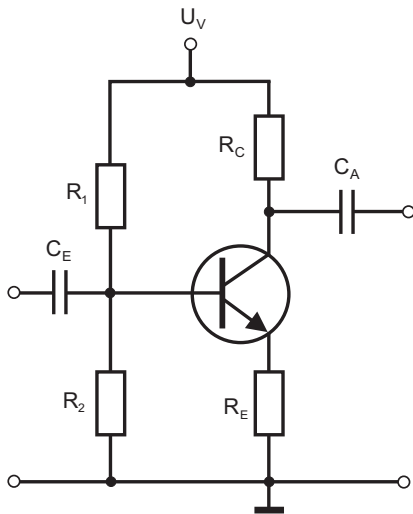

Abbildung 2.1: Schaltplan: Emitterschaltung mit Stromgegenkopplung.
1. Berechnen Sie einen Verstärker in Emitterschaltung mit Stromgegenkopplung gemäß dem Schaltplan in Abbildung 2.1. **Die Dimensionierung ist bereits bei der Versuchsvorbereitung durchzuführen. Alle Rechnungen sind schriftlich in ihr Protokollbuch durchzuführen.**